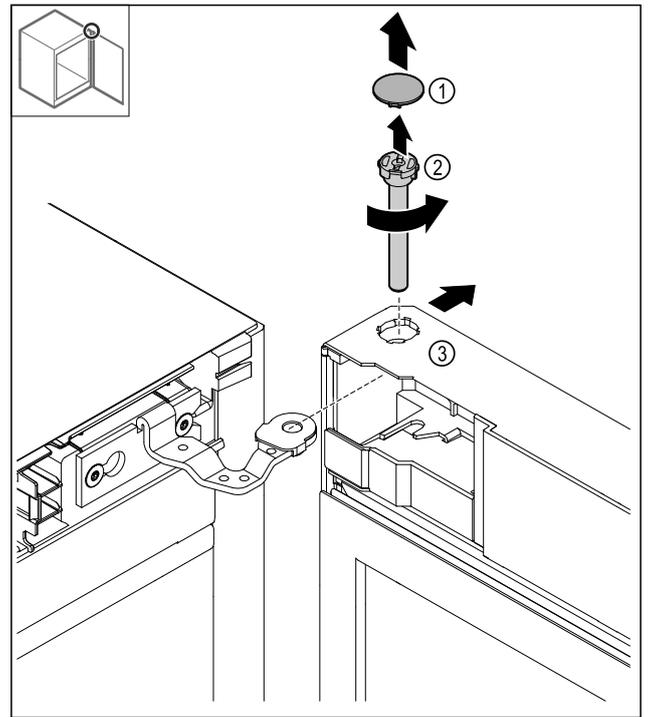

Fig. 19
- ▶ Retirer le cache Fig. 19 (1).
- ▶ Dévisser le boulon Fig. 19 (2) dans les sens inverse des aiguilles d'une montre et le retirer.
- ▶ Basculer légèrement la porte Fig. 19 (3).